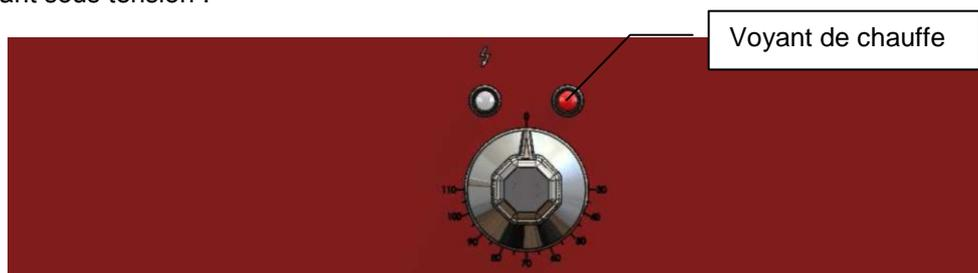

Figure 1
- a) Positionner la manette du thermostat de régulation sur la température désirée (90/95°C), le voyant rouge s'allume Figure 1 (signe de mise en fonction). Voyant blanc allumé (appareil sous-tension.)